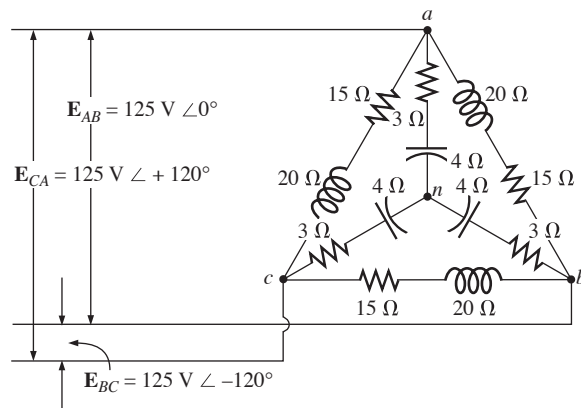

Figura 23.47 Problema 42.
- *42. Determine a potência média, a potência reativa, a potência aparente e o fator de potência no sistema visto na Figura 23.47.